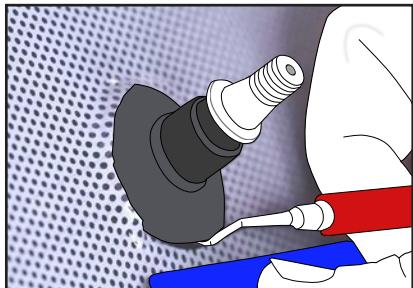

Figure 24
- › Soulever le caoutchouc avec le crochet HEXCROCH. (FIG. 24)
- › Appliquer 5 mm de bande sur le film est 5 mm sur le vitrage. (FIG. 24)